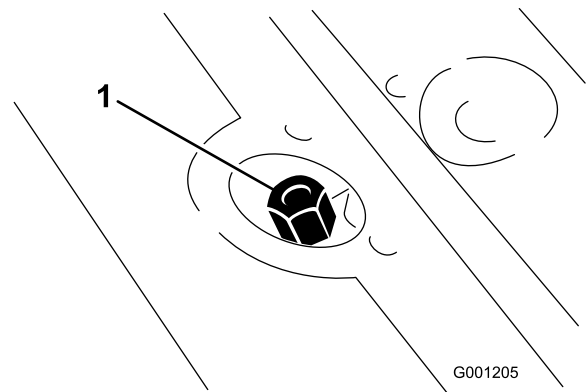

Figura 25
2. Retire a tampa da vareta (Figura 25) do tubo de enchimento e limpe-a com um pano limpo. Volte a colocar a tampa da vareta no tubo de enchimento, apertando-a com os dedos; depois, retire a vareta e verifique o nível de fluido. Se o nível for inferior a 13 mm da ranhura da vareta, adicione óleo suficiente para elevar o respectivo nível até essa ranhura. Não encha demasiado.